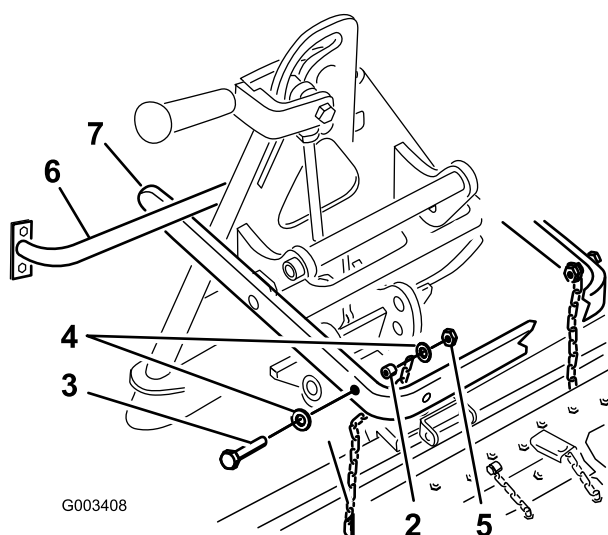

図 6
重要 昇降アーム・アセンブリの長いアームが、トラクションユニットの後フレーム・アセンブリの下に来るのが正しい位置です (図 6)。
アタッチメント・アダプタを動かす時には、必ずアダプタの後部についているハンドルを使うこと（図 6）。
5. ボルト（ $3/8 \times (2-1/2 \text{ in})$ ）、ワッシャ2枚（ $3/8 \times (7/8 \text{ in})$ ）、スペーサ、ロックナット（ $3/8 \text{ インチ}$ ）を使って、各チェーンの先端のリンクを昇降アームの内側に取り付ける（図 6）。